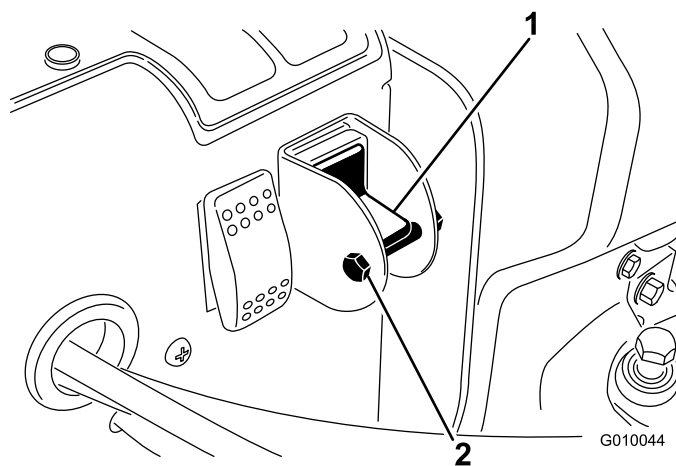

Bild 29
3. Entfernen Sie die Arretierschraube und die Mutter vom Auswahlschalter (Bild 29).